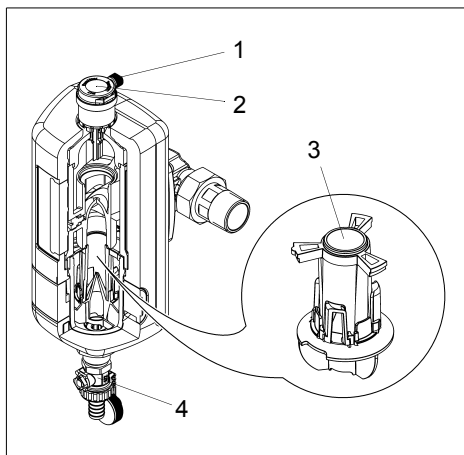

Fig. 5 : Séparateur centrifuge
- À la livraison, le bouchon de fermeture (1) à la sortie du purgeur rapide (2) est desserré d'un tour pour laisser l'air s'échapper librement (cf. fig. 5).
L'eau de chauffage passe dans la bride rotative et entre dans le filtre à magnétite. Les particules de saleté se trouvant dans l'eau de chauffage sont mises en rotation par le diviseur de flux (3) et portées vers l'extérieur comme dans une centrifugeuse (cf. fig. 5). Une fois arrivées là, elles tombent le long de la paroi intérieure du boîtier. Les particules de saletés s'accumulent au fond de la cartouche et elles doivent être évacuées par lavage selon des cycles prédéfinis, via le robinet à boisseau sphérique (4) (voir les chapitres « Lavage » et « Intervalle de lavage »). Les gaz présent dans l'eau de chauffage s'accumulent dans la chambre supérieure du boîtier et sont évacués par le purgeur rapide intégré.